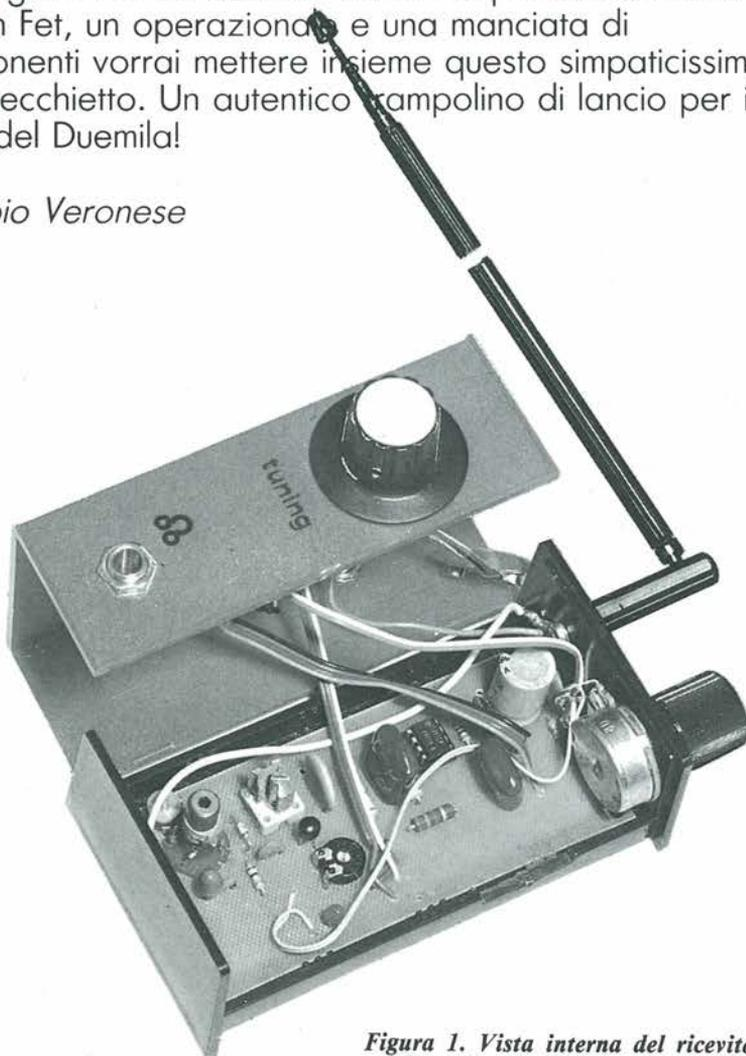

Figura 1. Vista interna del ricevitore a realizzazione quasi ultimata
- 5) Quando si misura una tensione o una corrente almeno fino a che non ci si è impradoniti della tecnica, fare sempre attenzione che le resistenze interne dello strumento non alterino mai (se non in maniera trascurabile) le caratteristiche del circuito in esame e se questo avviene tenerne il debito conto. Un esempio per chiarire possiamo vederlo in figura 1.
Schemi fondamentali in figura 1/a.